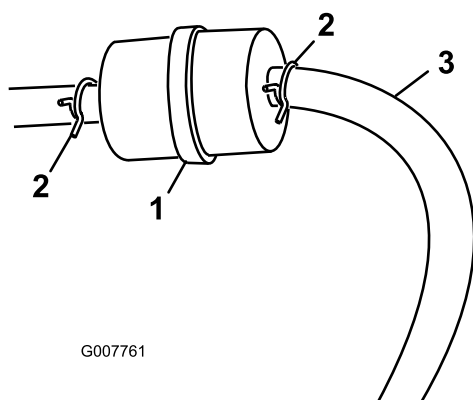

Figura 26
3. Aperte as pontas das braçadeiras de tubos e afaste-as do filtro (Figura 26).
- Instale um filtro novo e coloque as braçadeiras junto ao filtro (Figura 26).
- Desaperte a braçadeira de tubos no filtro de combustível e deslize-o para cima do tubo de combustível, afastando-o do filtro (Figura 26).
- Desligue o tubo de combustível do filtro (Figura 26).
Nota: Deixe o combustível drenar para uma lata ou recipiente de combustível (Figura 26).
- Instale o tubo de combustível no filtro. Deslize a braçadeira de tubos para perto do filtro de combustível para prender o tubo de combustível (Figura 26).